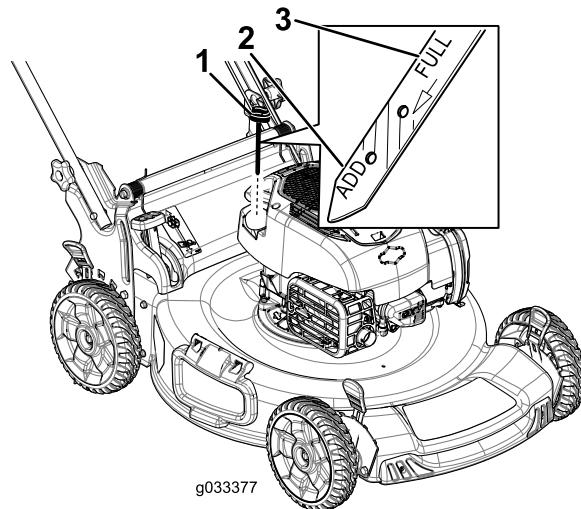

Figura 14
2. Retire la varilla girando el tapón en el sentido contrario a las agujas del reloj y tirando del mismo (Figura 14).
5. Observe en la varilla el nivel de aceite (Figura 14).
- Si el nivel de aceite de la varilla es demasiado bajo (Figura 14), vierta con cuidado una pequeña cantidad de aceite detergente SAE 30 o SAE 10W-30 en el tubo de llenado, espere 3 minutos, y repita los pasos 3 a 5 hasta que el aceite de la varilla llegue al nivel correcto. Consulte el tipo correcto de aceite en 3 Llenado del cárter de aceite (página 7).
- Si el nivel de aceite de la varilla es demasiado alto (Figura 14), drene el exceso de aceite hasta que el nivel de aceite en la